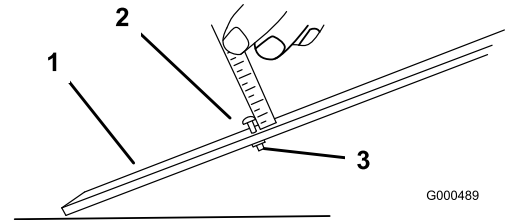

Figure 42
3. Desserrez l'écrou du gabarit (Figure 42) et tournez la vis de réglage de manière à obtenir la hauteur de coupe voulue. L'écartement entre la base de la tête de la vis et la face du gabarit correspond à la hauteur de coupe.